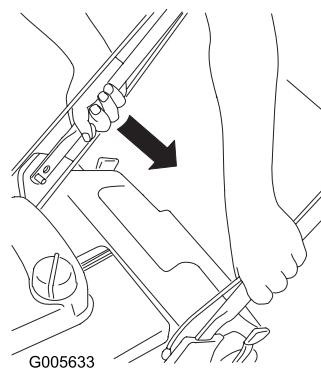

Figura 37
- Spingete l'estremità destra della stegola inferiore finché la stegola non scivola oltre i fermi sulle staffe (Figura 37).